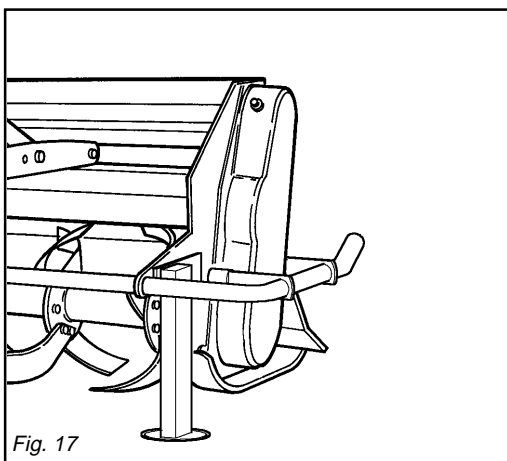

Fig. 17
- 1) Den Stellfuß wie in der Abbildung 17 gezeigt anordnen.
- 1) Positionner le pied d'appui comme indiqué dans la figure 17.